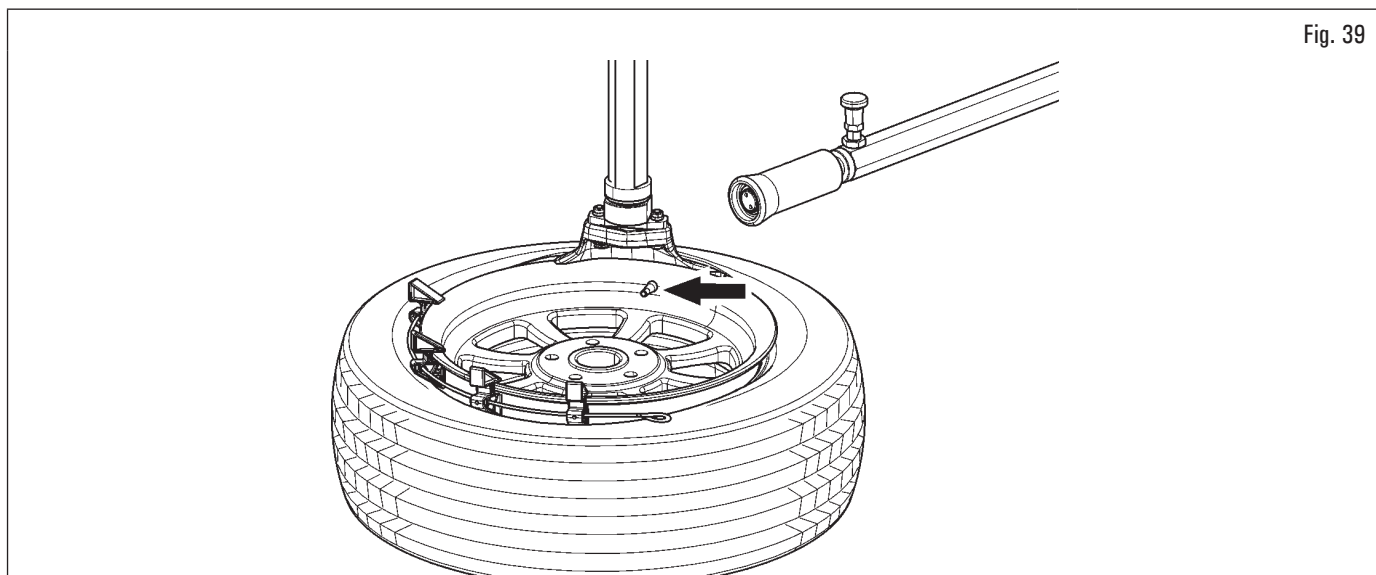

Fig. 39
5. utilizzando l'apposita leva (Fig. 6 rif. 6) sollevare il rullo premitallone. Utilizzando l'apposito pulsante sbloccare il braccio porta utensile e sollevare leggermente la testa utensile, ma senza posizionarla sul bordo del cerchio. Premendo il pedale di rotazione, posizionare la valvola esattamente davanti alla testa utensile (Fig. 39);